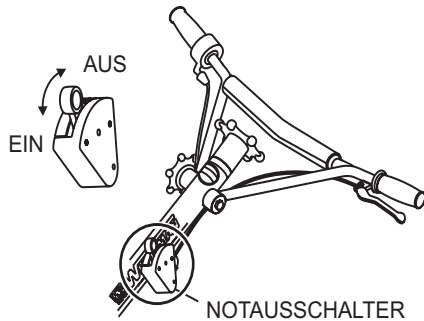

Abbildung 24. Fliehkraftnotausschalter
- Den **Fliehkraftnotausschalter** (Abbildung 24) in die Stellung „**EIN**“ bringen. Für Modelle, die über diesen Schalter verfügen.